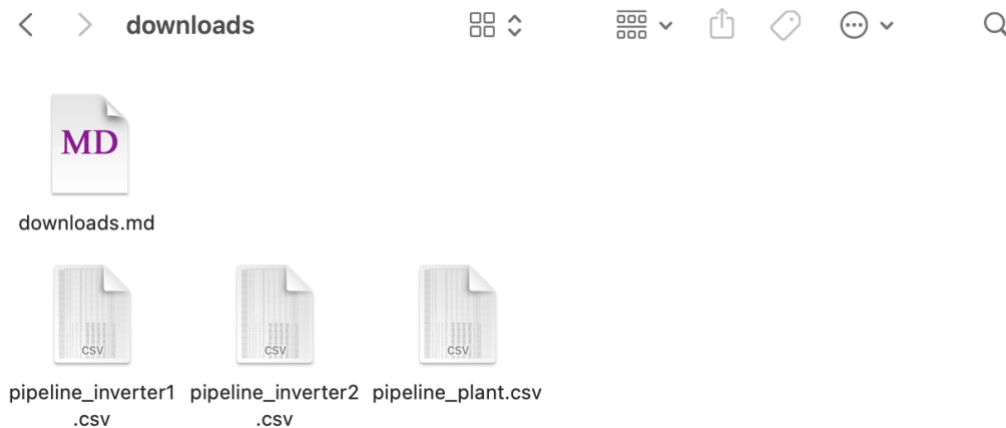

Figura 3.10. Descargas en la carpeta `cno_solar/downloads` del tab CEN.
- Se generan archivos según la arquitectura de la planta fotovoltaica (i.e., por inversores y para la planta completa) y se alojan en la carpeta *cno\_solar/downloads*. Por ejemplo, observe en la Figura 3.10 tres archivos:
- El nombre de los archivos .CSV siguen un orden numérico de descarga según el orden alfabético de carga de los archivos de configuración. Es decir, en archivo denominado *pipeline\_inverter1.csv* en la Figura 3.10 corresponde al Inversor 1 (26.1 kWp) y el archivo *pipeline\_inverter2.csv* corresponde al Inversor 2, dado que alfabéticamente el orden de carga es: *system\_config\_Ejemplo3\_Inv1.json*, seguido de *system\_config\_Ejemplo3\_Inv2.json*.